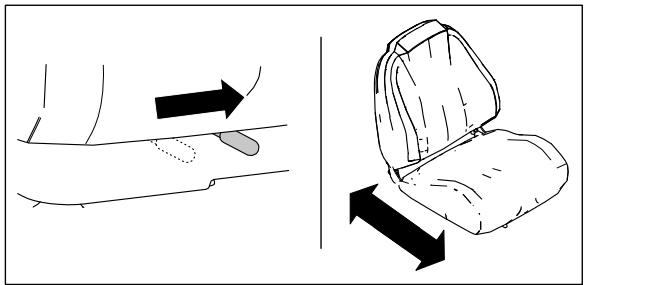

Figura 1
- A. Utilizzate la leva di regolazione del sedile per far scorrere il sedile avanti o indietro (**Figura 1**).